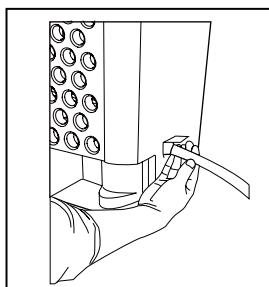

fig. 2
- Inserte el extremo con la rosca de la manguera a través de la abertura. (fig.2)